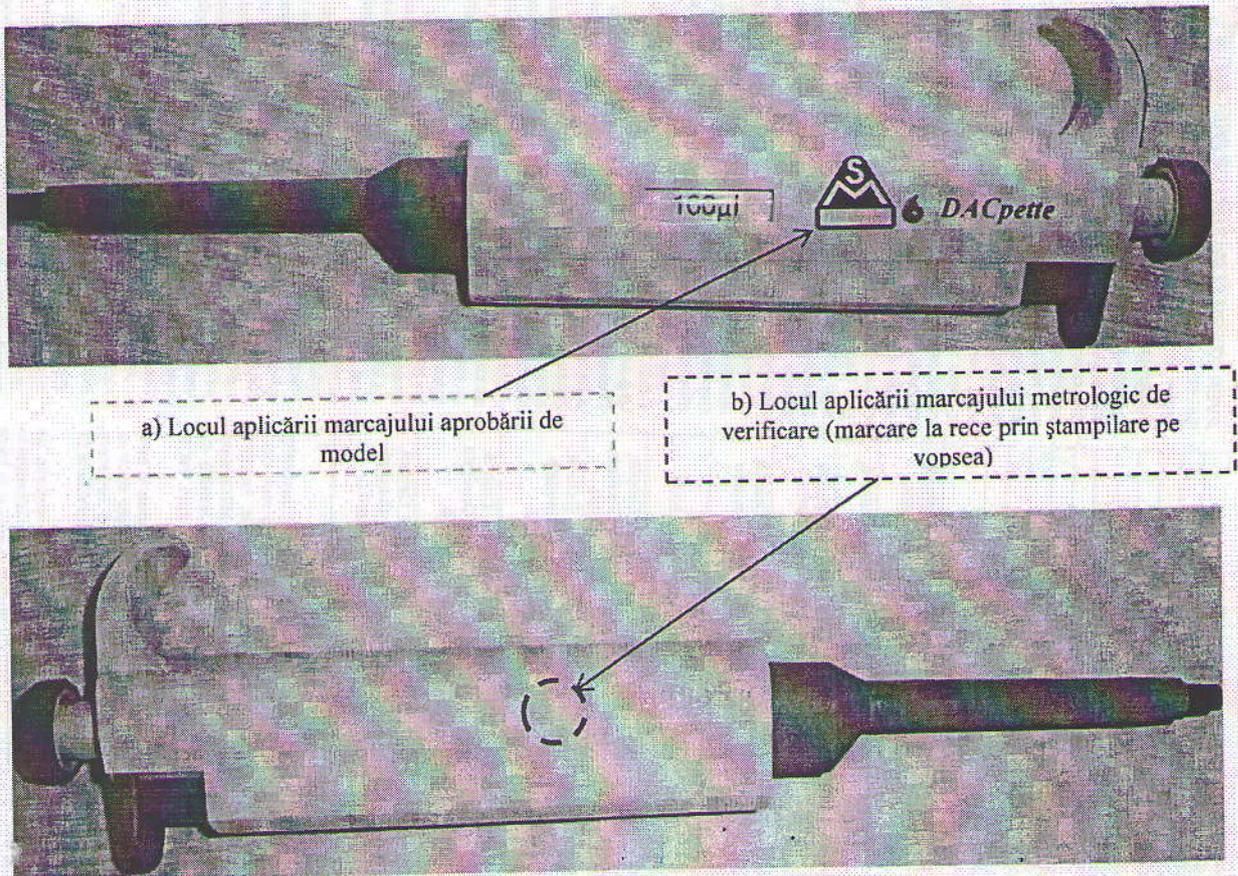

Fig. 1
**MARCAJUL APROBĂRII DE MODEL** se aplică pe pașaportul național prin metoda tipografică și pe carcasa dozatorului (fig. 1 a).
- Se aplică marcajul metrologic de verificare (marcare la rece prin ștampilare pe vopsea) pe carcasa dozatorului (fig. 1 b);